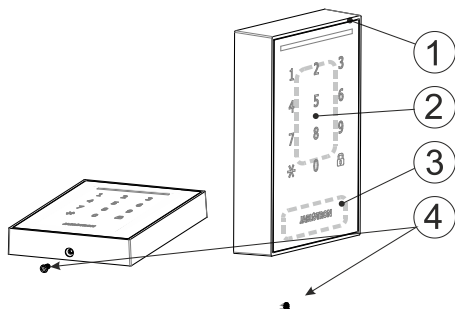

Fig. 1: 1: indicador del sistema, 2: zona de lectura 125 kHz, 3: zona de lectura 13,56 MHz, 4: tornillo de fijación.
- a. Cuando se encienda el teclado, el LED amarillo (Fig. 1:1) indica que el teclado no se ha asignado en el sistema.